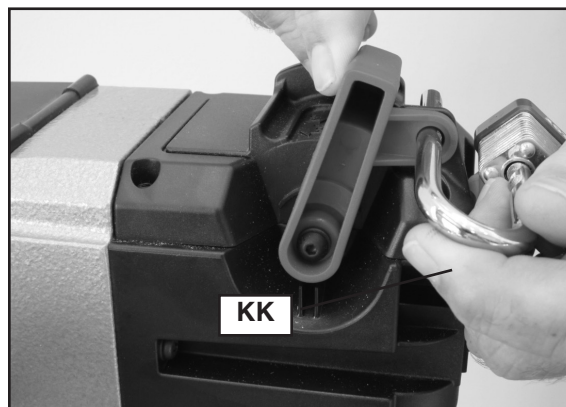

Fig. 23
IMPORTANT : lorsque l'appareil est inutilisé, le commutateur devrait être cadenassé en position d'arrêt (« OFF ») pour empêcher une utilisation non autorisée. Utiliser un cadenas (KK), fig. 23, avec une anse de 6,4 mm (1/4 po) de diamètre.